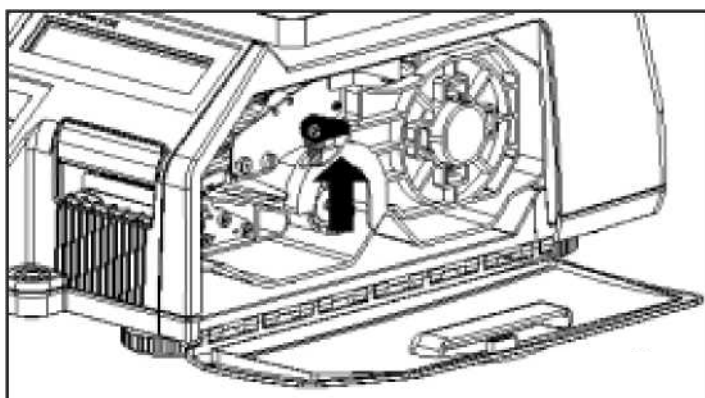

Рисунок 1.12 – Подъем рычага
2. Поднимите рычаг (см. рисунок 1.12).